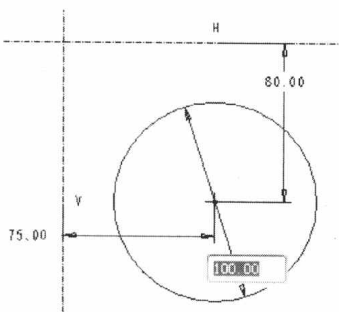

图 1-1-12 单个尺寸修改
(1) 单个尺寸修改。单击工具栏中“选取项目”按钮^①, 再双击需要修改的尺寸值, 系统将弹出如图 1-1-12 所示的小编辑框。在框中输入新的尺寸值后, 按回车键或单击鼠标中键完成尺寸修改。
(2) 多个尺寸修改。先用鼠标框选多个需要修改的尺寸 (或按住 Ctrl 键, 依次选取多个尺寸), 然后单击工具栏中的